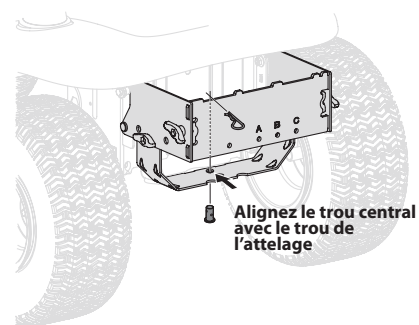

Figure 7
3. Insérez l'axe de chape (711-0309A) du kit de quincaillerie (689-02364) dans le trou d'attelage de l'appareil, puis fixez-le avec goupille fendue (714-0117). Voir Figure 7.